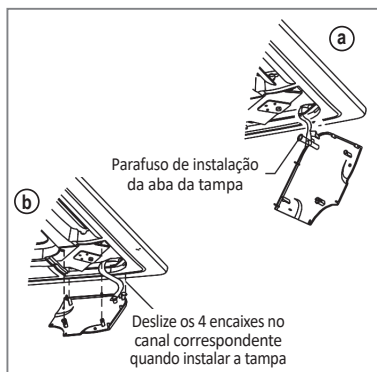

FIG. 20
- Aperte os parafusos do cabo da tampa de instalação (Fig. 20 - Detalhe a).
- Pressione levemente a tampa para a instalação do painel (Fig. 20 - Detalhe b).